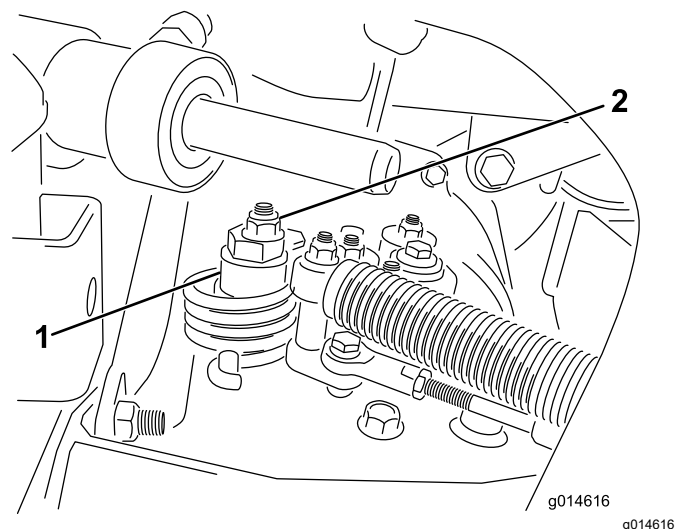

Рисунок 43
- A. Ослабьте контргайку крепления эксцентрика к верхней части гидростата (Рисунок 43).
- C. Поворачивайте эксцентрик до тех пор, пока не прекратится медленное вращение колеса в любом направлении. Когда колесо перестанет вращаться, затяните гайку, которая фиксирует эксцентрик и регулировку (Рисунок 43). Проверьте регулировку при положениях дроссельной заслонки МЕДЛЕННО и БЫСТРО.